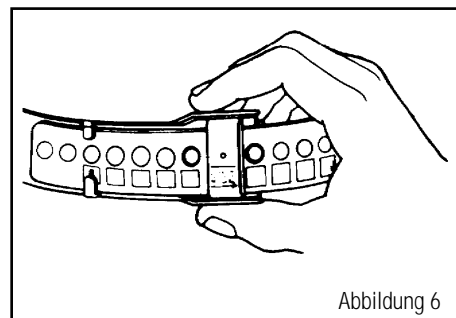

Abbildung 6
5. Setzen Sie das Kopfband auf. Ziehen Sie es herunter und lassen Sie es sich ausdehnen, bis es sich bequem anfühlt. Das Kopfband paßt sich automatisch Ihrer Größe an und rastet ein, wenn Sie loslassen (Abbildung 6).